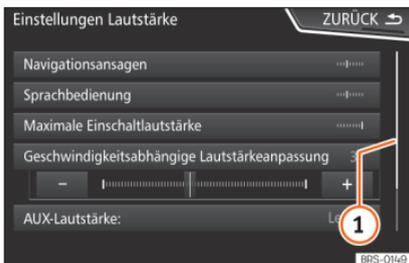

Abb. 204 Listeneinträge eines Einstellungs-menüs.
Auf der rechten Seite befindet sich die Scroll-Leiste, deren Größe von der Anzahl der Listeneinträge abhängt »» **Abb. 204** ①.